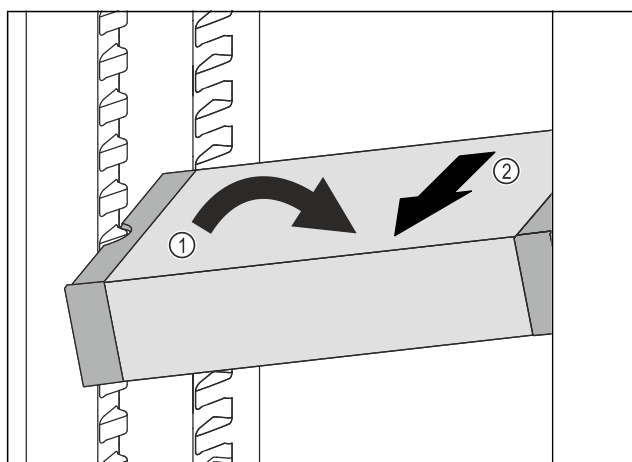

Fig. 128
- VarioSafe ustawić w chłodziarce pod skosem. Fig. 128 (1)
- VarioSafe wyjąć do przodu. Fig. 128 (2)